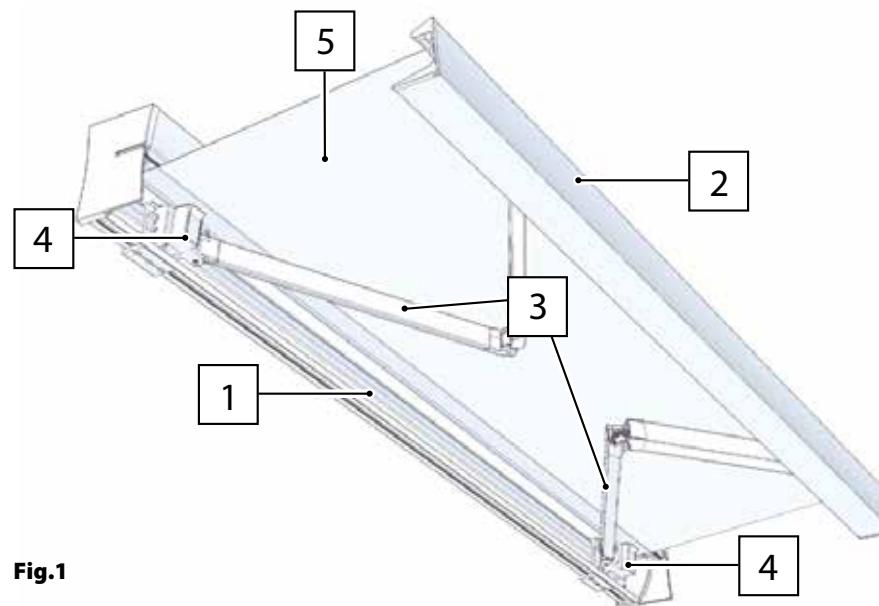

Fig.1
- La structure métallique constitue le châssis portant contenant, à l'intérieur, les différents mécanismes destinés au mouvement d'ouverture / fermeture du rideau. Elle se compose d'un caisson (réf. 1 fig. 1), d'un profil d'extrémité (réf. 2 fig. 1), d'une paire de bras extensibles (réf. 3 fig. 1), d'une paire de supports latéraux (réf. 4 fig. 1).
- La toile (rep. 5, fig. 1) sert à la fois de protection et de couverture.